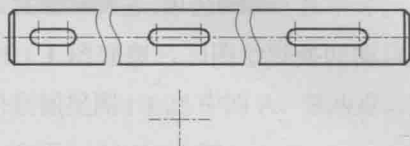

图 1.1.15 绘制中心线
Step1. 绘制图 1.1.15 所示的中心线。
(1) 将图层切换至“中心线层”。
(2) 确认状态栏中的  (正交模式) 和  (对象捕捉) 按钮处于激活状态。
(3) 绘制水平中心线。选择下拉菜单 **绘图(D)** → **直线(L)** 命令, 完成图 1.1.15 所示的水平中心线的绘制, 长度值为 60。
(4) 绘制垂直中心线。按 Enter 键重复执行直线命令, 在命令行中输入命令 FROM 并按 Enter 键, 捕捉并选取步骤 (3) 所绘制的水平中心线的左端点为基点, 输入直线起点的相对坐标值 (@30, 30) 并按 Enter 键, 向下移动鼠标指针, 输入数值 60 后按两次 Enter 键。